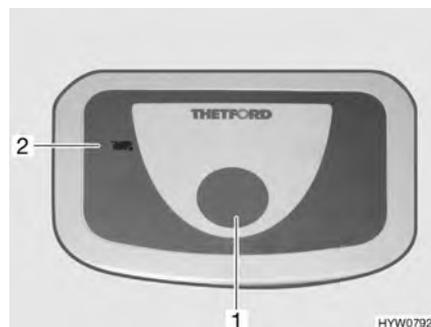

Fig. 192 Pulsante dello sciacquone/spia di controllo toilette Thetford
- Per sciacquare premere il pulsante blu (Fig. 192,1).
Quando la cassetta Thetford è piena e deve venire svuotata, la spia di controllo (Fig. 192,2) si accende.